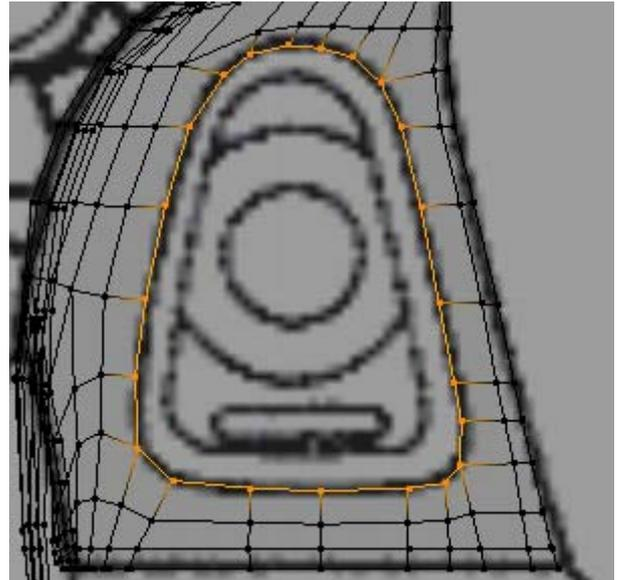

Figura 4.184
5. Uma vez criados os contornos necessários e ajustados os vértices às linhas do farolim traseiro e elimine os vértices centrais, figura 4.184.